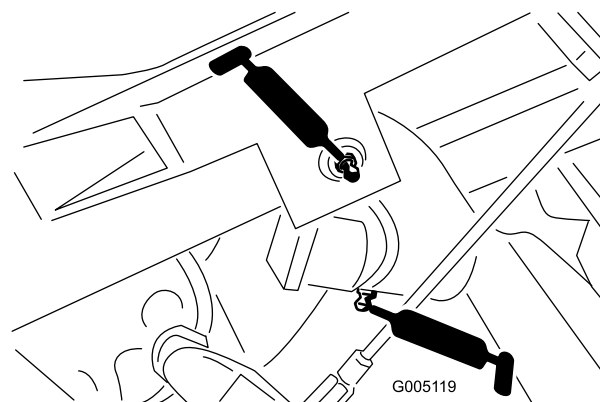

Bild 40
- Hubarmgelenk (3) und Schwenkscharnier (3) (Bild 40)